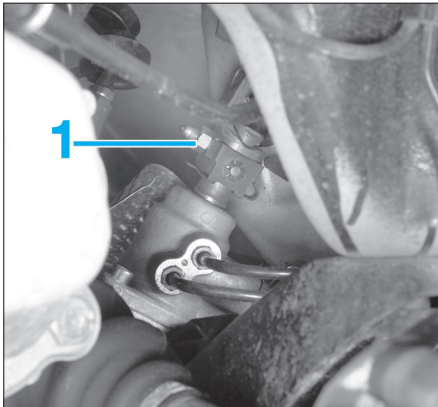

FIG. 9
- Déposer la fixation (1) de la colonne de direction (Fig.9).